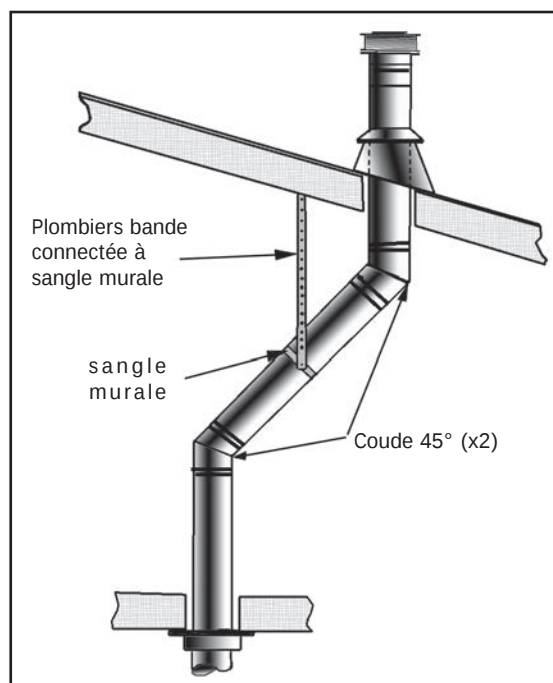

Figure 31: Utilisation de sangles murales
- (a) Si un décalage est nécessaire dans le grenier pour éviter les obstacles, il est important de soutenir le tuyau de ventilation tous les trois pieds (91 cm), pour éviter un stress excessif sur les coudes, et la séparation possible. Sangles muraux sont disponibles à cet effet (voir Figure 31).